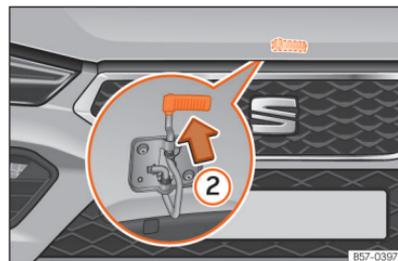

Fig. 208 Alavanca sob o capô.
- Para levantar o capô faça pressão para cima sobre a alavanca situada debaixo do capô »» Fig. 208 ②. O gancho de fixação fica desbloqueado.